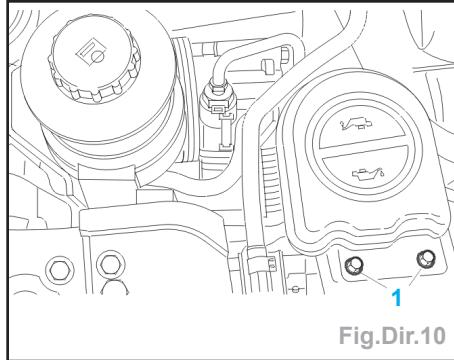

Fig.Dir.10
- Déposer les vis de fixation (1) du tuyau de remplissage d'huile (Fig.Dir.10).
- déposer les vis (1) (Fig.Dir.10),